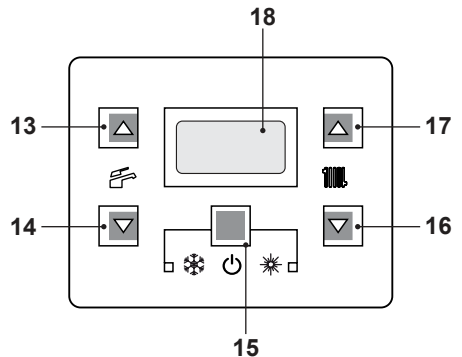

Figura 2.3
- Mantenga pulsado durante 2 segundos el botón 15 hasta que aparezcan en el display los símbolos  y . Figura 2.3.